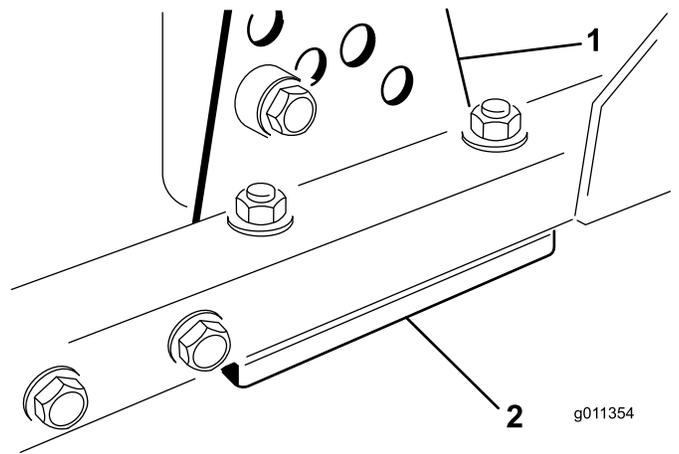

Figura 82
1. Retire el soporte de altura de corte (delantero, izquierdo o derecho) del bastidor de la carcasa (Figura 82).
2. Coloque suplementos de 1.5 mm (0.060") y/o 0.7 mm (0.030") entre el bastidor de la carcasa y el soporte hasta lograr el ajuste de altura deseado (Figura 82).